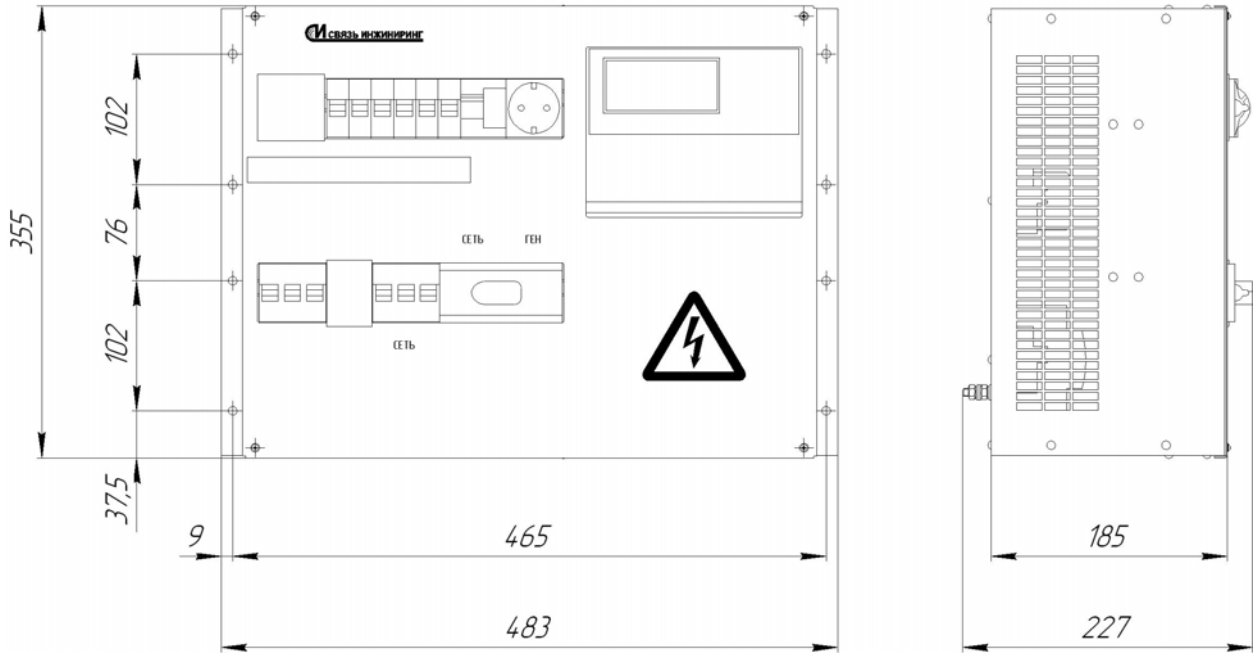

Рис. 1.
- 2.4 Габаритные размеры щита указаны на рис. 1.
Крепёжные винты пропускаются через отверстия в углах несущей конструкции щита (см. рис.1).